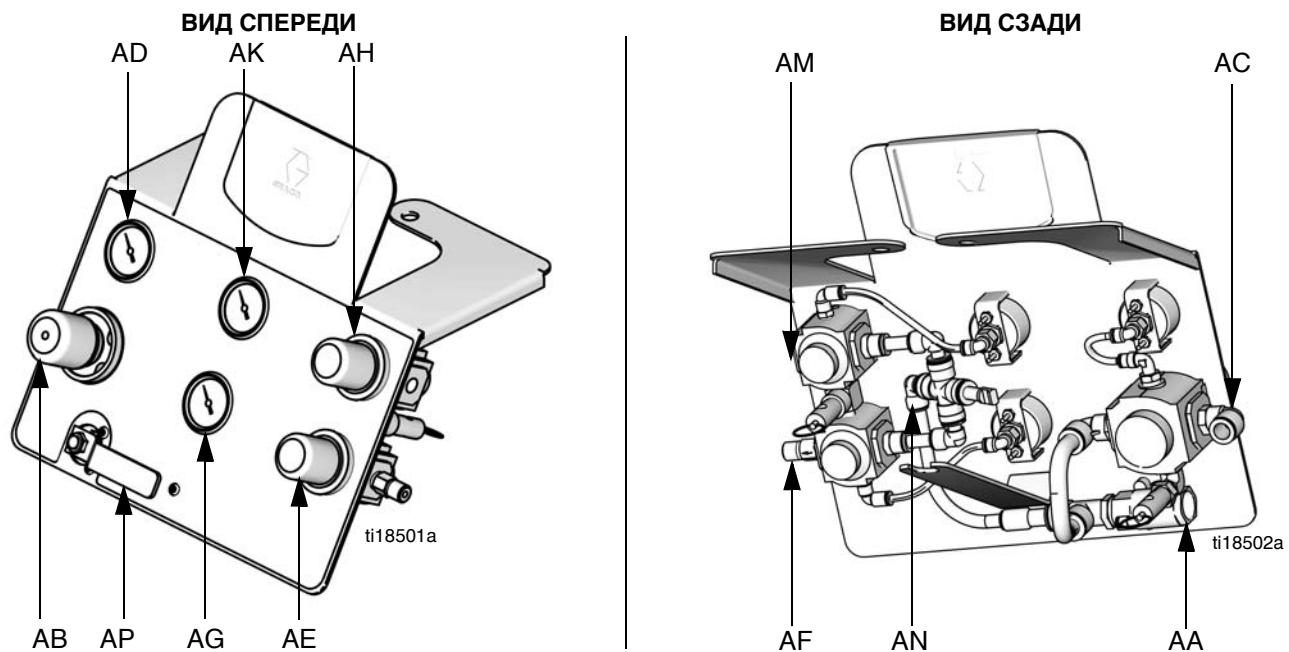

Рис. 7. Компоненты панели управления пневматической системой
1. Убедитесь в том, что воздухопровод, отходящий от отверстия для выпуска воздуха 1 (AC) на панели управления пневматической системой, подключен к воздухоприемнику (M) на пневматическом двигателе. См. Рис. 2 на странице 13, а также Рис. 7.
2. Подключите воздухопровод для сдерживания пневморазгрузки, отходящий от многоканального шланга пистолета, к выпускному отверстию для воздуха 3 (AM) на панели управления пневматической системой. Сведения об идентификации воздухопровода для сдерживания пневморазгрузки содержатся в инструкции по эксплуатации пистолета.